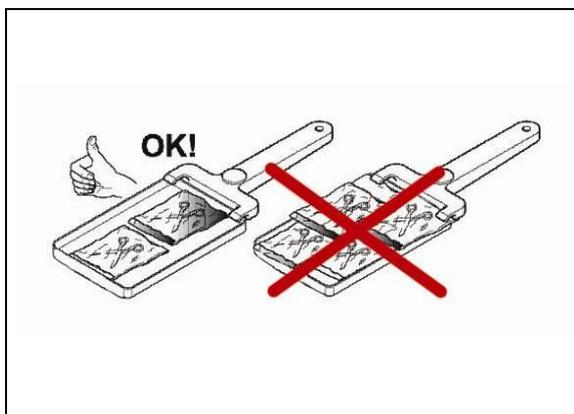

Abb. A3-1
- Zum Sterilisieren von verpackten Instrumenten die Beutel nicht übereinander auf den Tablettis anordnen (Abb. A3-1).